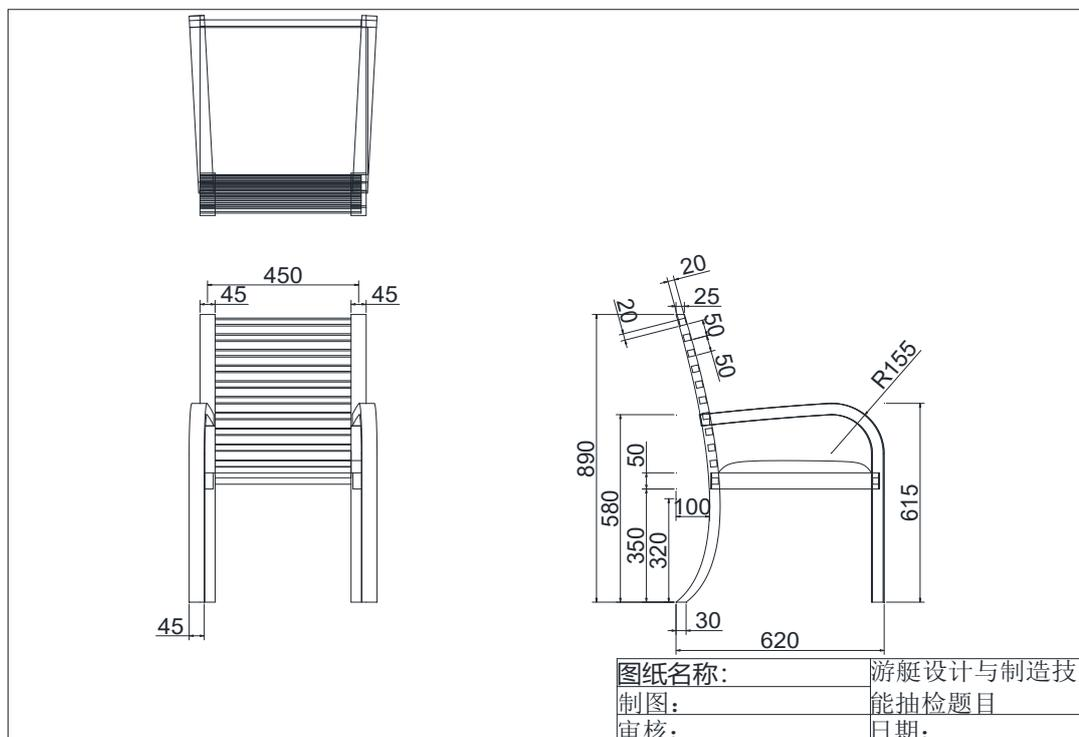

图 H2-6 游艇室内椅子创建
2) 根据图 H2-6 及提供的素材 H2-6 所示尺寸完成家具建模；未注尺寸要求，达到效果即可。将建好的模型文件命名为“H2-6 建模”保存在考生文件夹中。